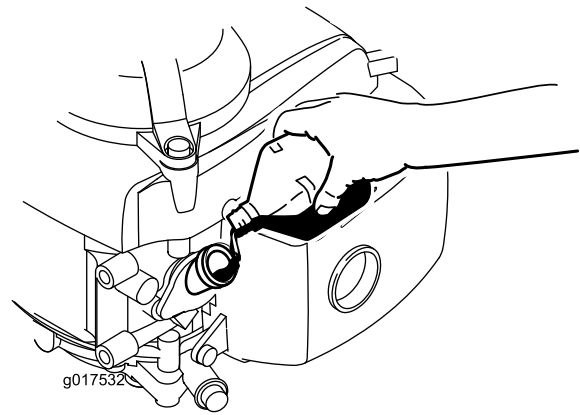

Bild 6
3. Gießen Sie ca. $\frac{3}{4}$ der Motorölfüllmenge langsam in den Öleinfüllstutzen (Bild 6).